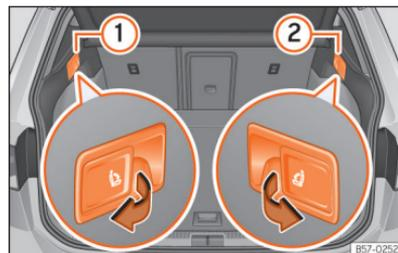

Fig. 78 Na bagageira: alavancas para o desbloqueio do encosto traseiro.
- Puxe a alavanca de desbloqueio à distância da parte esquerda »» Fig. 78 ① o derecha ② do encosto no sentido da seta. À parte desbloqueada do encosto traseiro rebate-se automaticamente para a frente.